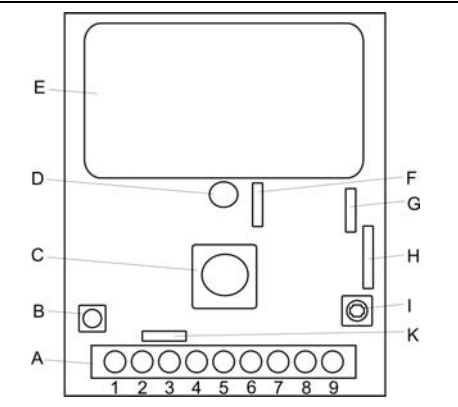

Fig. 1
8. Verbinden Sie die Drähte mit den Anschlussklemmen (Fig.1).
8. Attach the wires to the connection terminal (Fig. 1).